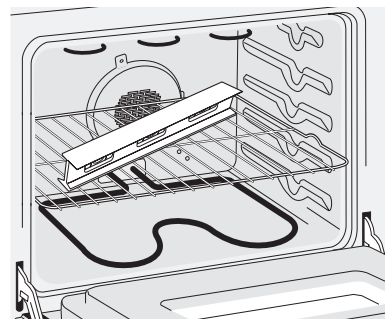
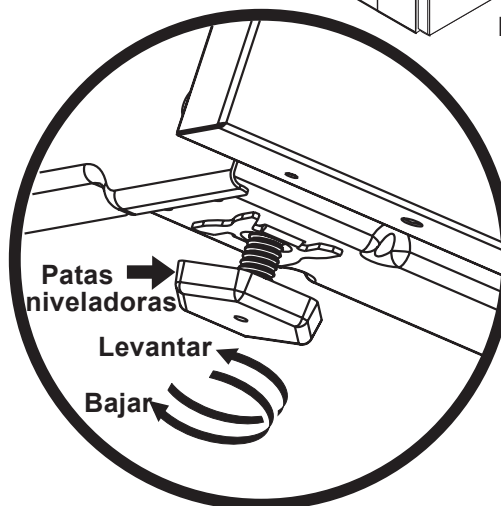

Figura 10
Figura 17
3. Verifique si la cocina está nivelada colocando una parrilla en el centro del horno y poniendo un nivel sobre esta (figura 10).
2. Ponga un nivel sobre la parrilla (figura 10). Tome dos lecturas con el nivel puesto diagonalmente en una dirección y después en la otra. Nivele la estufa, si es necesario, ajustando las 4 patas niveladoras con una llave de tuercas (figura 17).